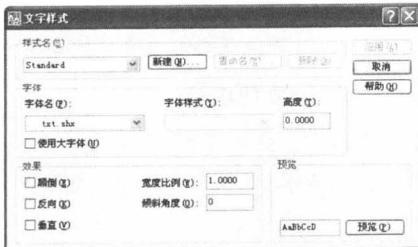

图 1-12 “文字样式”对话框
(1) 单击“文字”工具栏或“样式”工具栏中的“文字样式”按钮 Δ ，或选择菜单“格式”→“文字样式”命令，弹出如图 1-12 所示的“文字样式”对话框，系统默认的文字样式名为 Standard。
(2) 单击“新建”按钮，弹出“新建文字样式”对话框。在“样式名”文本框中输入“字母与数字样式”，如 1-13 所示。